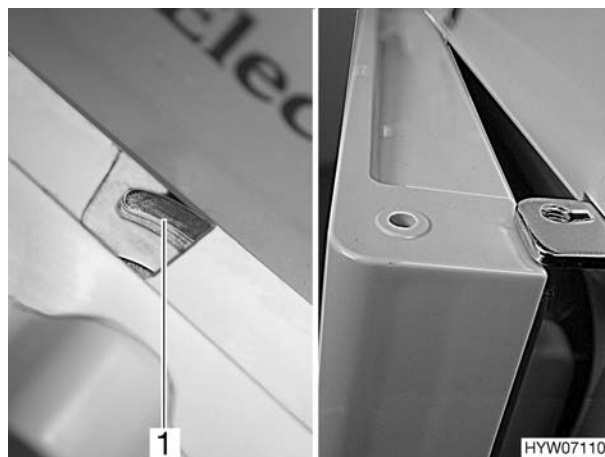

Fig. 170 Porta del frigorifero in posizione di aerazione
- Bloccare la porta del frigorifero con l'ausilio dell'arresto della porta (Fig. 170,1). In questo modo la porta rimane ferma in posizione socchiusa (Fig. 170).